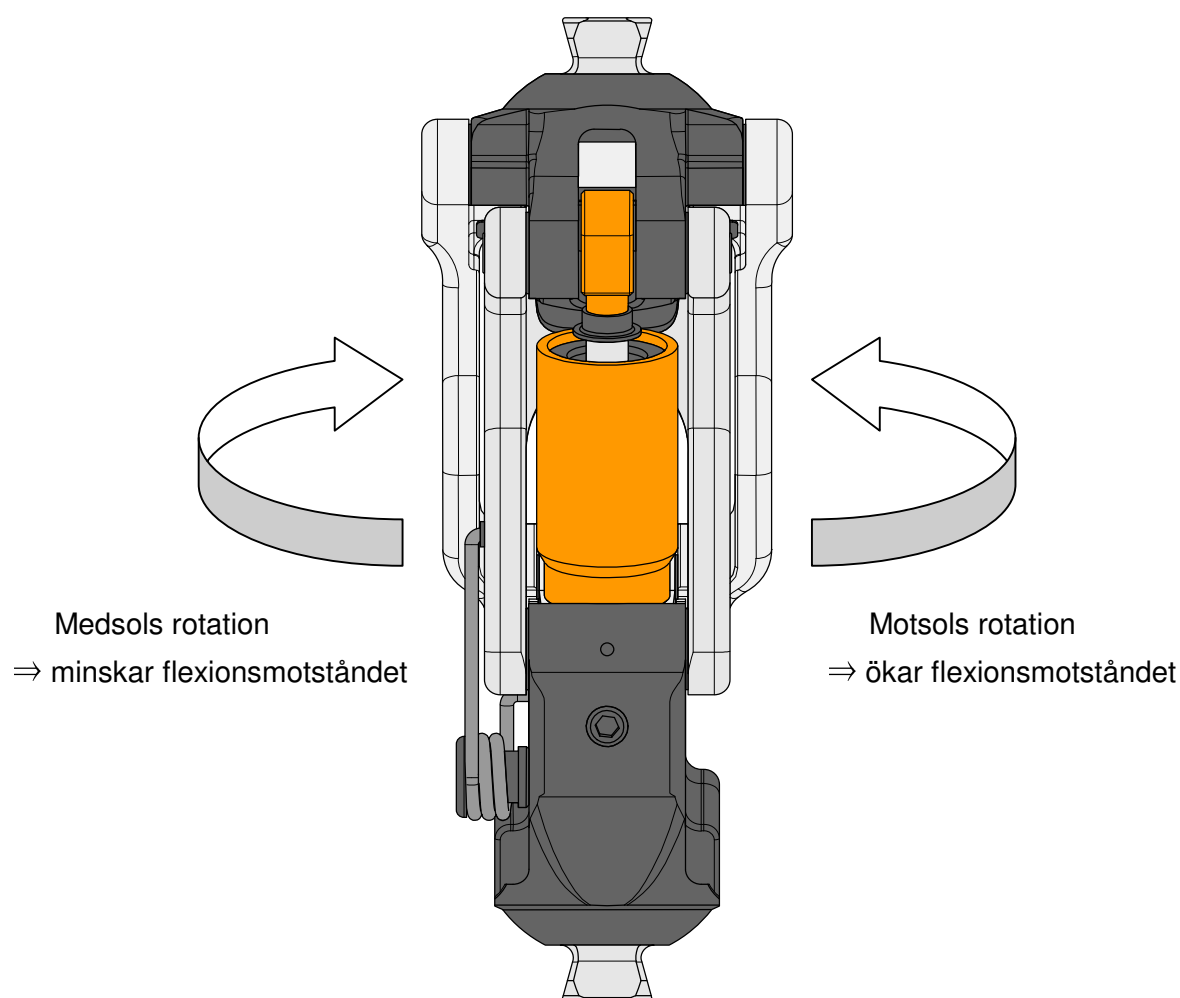

Bild 6 Justering av den hydrauliska cylindern för svingfaskontroll
- Styr och tryck in fjädern med fingret så att hålet i hållaren passas in i hålet i knäleden (se pilen i bild 6)